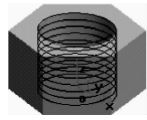

图 3-137 绘制螺母的螺旋线
(3)单击 按钮,弹出“公式曲线”对话框,设置参数如图 3-136 所示,单击 按钮,按回车键,输入曲线定位点(0,0,-1),作图结果如图 3-137 所示。